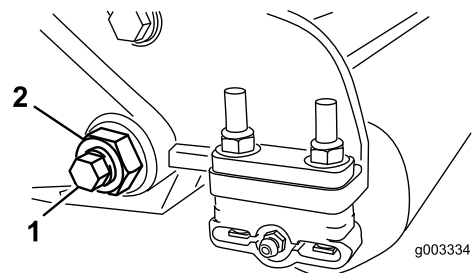
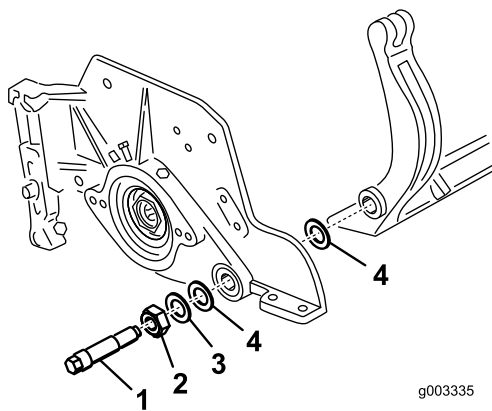

Bild 31
Bild 32
3. Lösen Sie an jeder Seite der Maschine die Sicherungsmutter, mit der die Schraube des Unteremesserträgers befestigt ist (Bild 31).
4. Nehmen Sie jede Schraube des Unteremesserträgers ab, damit der Unteremesserträger nach unten gezogen und von der Maschinenschraube entfernt werden kann (Bild 31). Bewahren Sie die zwei Nylonscheiben und die Scheibe aus gestanzten Stahl an jedem Ende des Unteremesserträgers auf (Bild 32).
4. Legen Sie eine Stahlscheibe außen auf jede Nytonscheibe (Bild 32).
Ende vorhanden ist, ziehen Sie jedoch nicht zu stark an oder verbiegen Sie die Seitenplatten. Die Scheiben innen können einen Abstand aufweisen (Bild 32).